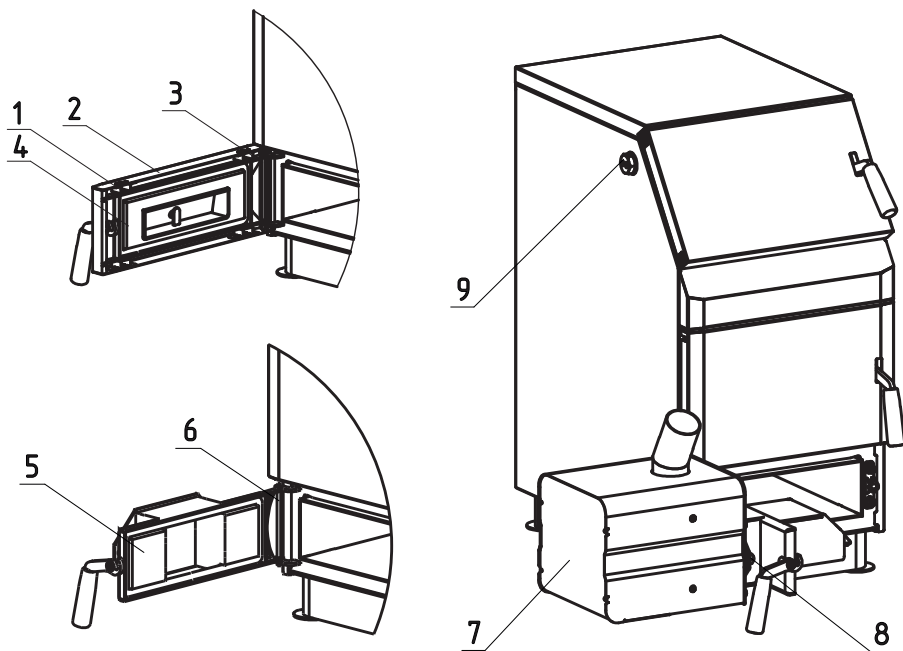
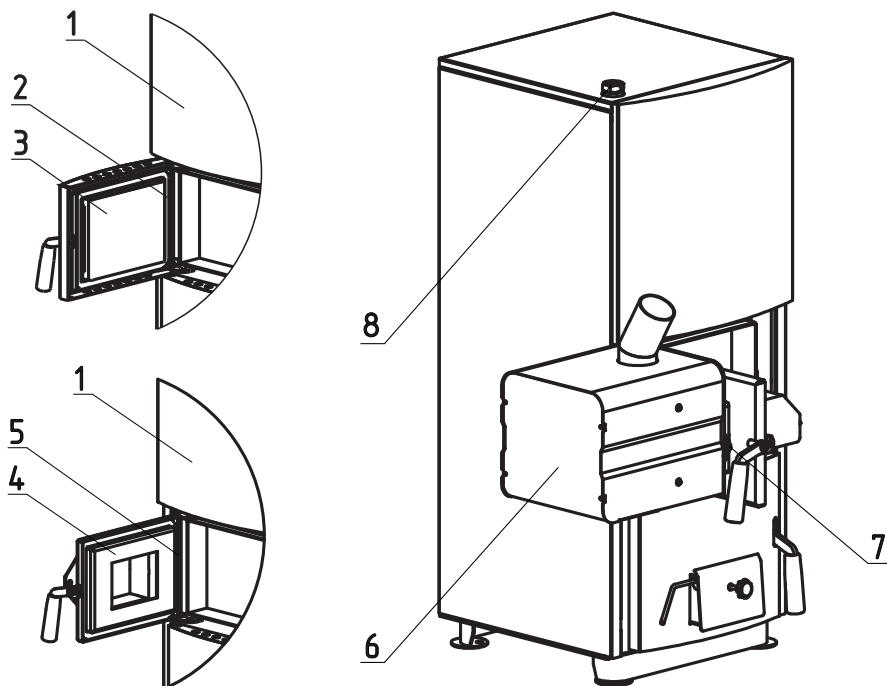

Рис. 7 Порядок установки двери на твердотопливные котлы ZOTA Тополь-М и ZOTA Master
Рис. 8 Порядок установки двери на твердотопливные котлы ZOTA Mix 20 и ZOTA Mix 31,5
- Открутите 4 самореза (Рис. 7, поз. 1), откиньте обшивку дверцы (Рис. 7, поз. 2), извлеките ось (Рис. 7, поз. 3) и снимите дверцу зольную (Рис. 7, поз. 4).
- Далее установите адаптер горелки (Рис. 7, поз. 5) и зафиксируйте его осью (Рис. 7, поз.6).
- Установите горелку (Рис. 7, поз. 7) на котел и зафиксируйте её гайками (Рис. 8, поз. 8).
- Для установки гильзы под датчики температуры и перегрева снимите пробку или тягорегулятор (если установлен) и установите гильзу (Рис. 7, поз. 9) в освободившееся отверстие.
- Снимите панель (Рис. 8, поз. 1), извлеките ось (Рис. 8, поз. 2) и снимите дверцу загрузочную (Рис. 8, поз. 3).
- Далее установите адаптер горелки (Рис. 8, поз. 4) и зафиксируйте его осью (Рис. 8, поз.5). Затем установите на место панель (Рис. 8, поз. 1).
- Установите горелку (Рис. 8, поз. 6) на котел и зафиксируйте ее гайками (Рис. 8, поз. 7).
- Для установки гильзы под датчики температуры и перегрева снимите пробку или тягорегулятор (если установлен) и установите гильзу (Рис. 8, поз. 8) в освободившееся отверстие.